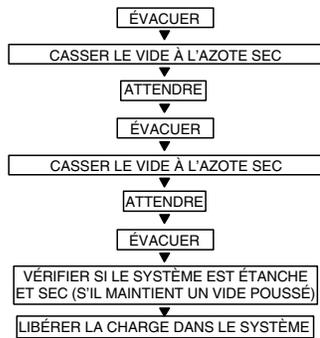

Fig. 40 — Méthode d'évacuation triple
La méthode d'évacuation triple doit être utilisée lorsque la pompe à vide ne peut appliquer qu'un vide de 500 microns et que le système ne contient pas d'eau liquide. Consultez la figure 40 et procédez comme suit :
5. Répétez cette procédure comme indiqué à la figure 40. Le système sera ensuite exempt de contaminants et de vapeur d'eau.